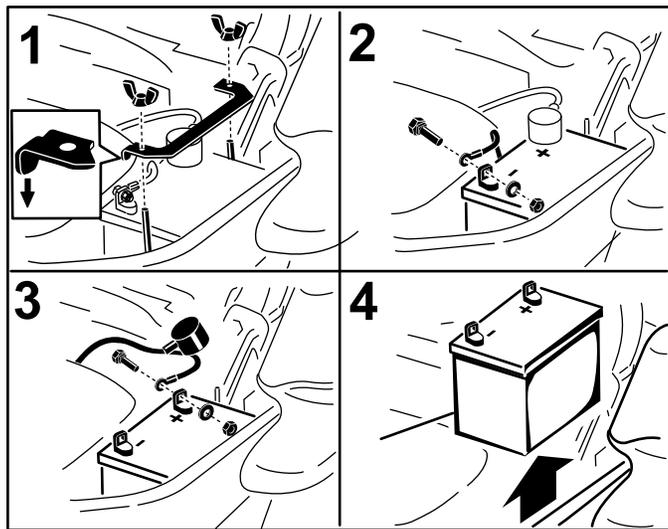

Figure 54
3. Commencez par débrancher le câble négatif (noir) de la borne négative (-) (noire) de la batterie (Figure 54).
4. Enlevez le capuchon rouge de la borne positive (rouge) de la batterie et débranchez le câble positif (+)(rouge) (Figure 54).
5. Retirez l'écrou à oreilles qui fixe la barrette de maintien de la batterie (Figure 54).
6. Déposez la barrette de maintien (Figure 54).
1. Placez la batterie dans son support en tournant les bornes à l'opposé du réservoir hydraulique (Figure 54).
4. Fixez les câbles avec 2 boulons, 2 rondelles et 2 contre-écrous (Figure 54).
6. Reposez la barrette de maintien et fixez-la avec l'écrou à oreilles (Figure 54).